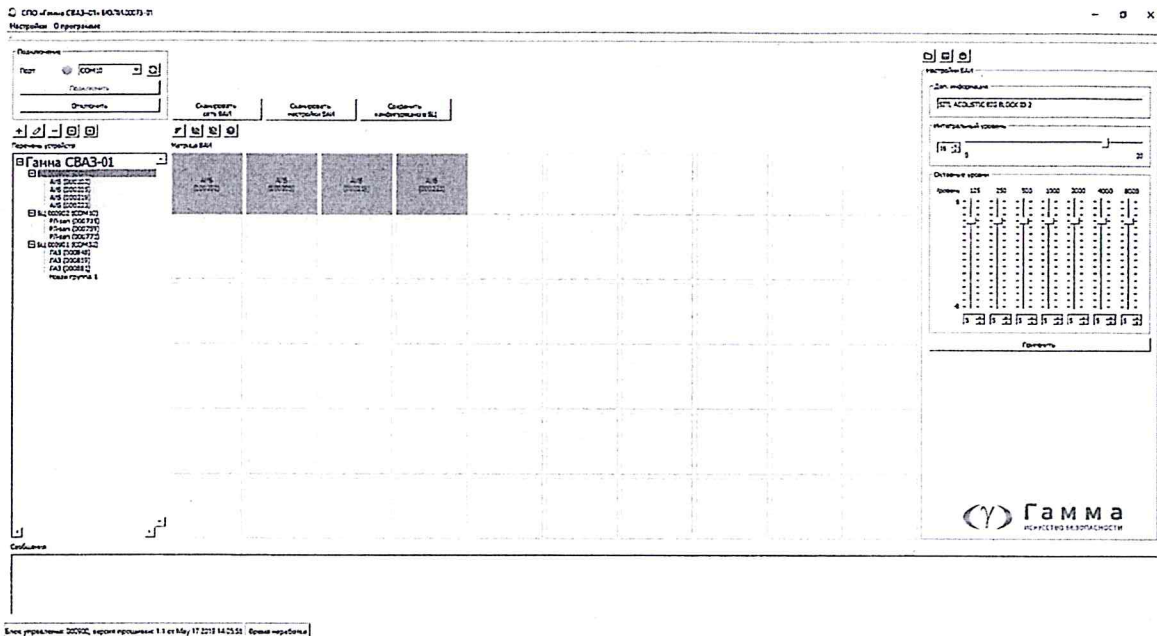

Рисунок 48 – Главное окно программы после сканирования сети ВАИ
5.3.3.2. После завершения сканирования на панелях «Перечень устройств» и «Матрица ВАИ» должны отобразиться все ВАИ, подключенные к БЦ (рисунок 48).